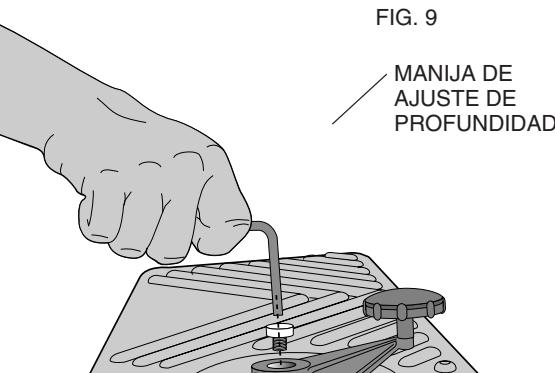

FIG. 9
Usando el tornillo allen proporcionado, ponga la manilla de ajuste de profundidad tal como se muestra en la Ilustración 9.
- Desasegure la palanca del seguro de la cabeza (fig. 8) y gire la manija de ajuste en sentido contrario a las manecillas del reloj para subir la cabeza de corte (fig. 9) completamente.